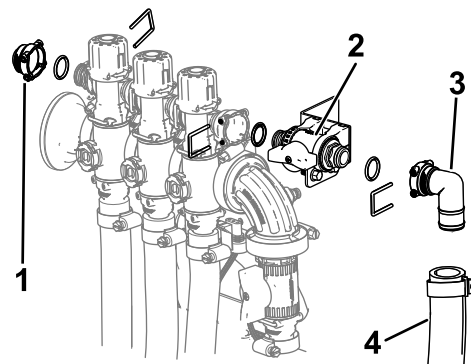

図 20
6. 先ほど外したOリングとリテーナを使って閉止バルブをズームバルブに固定する図 20。
7. 先ほど外したリテーナを使って、閉止バルブに、キャップ $\frac{1}{2}$ "、Oリング、フィッティング、ホースアセンブリを図 20のように取り付ける。